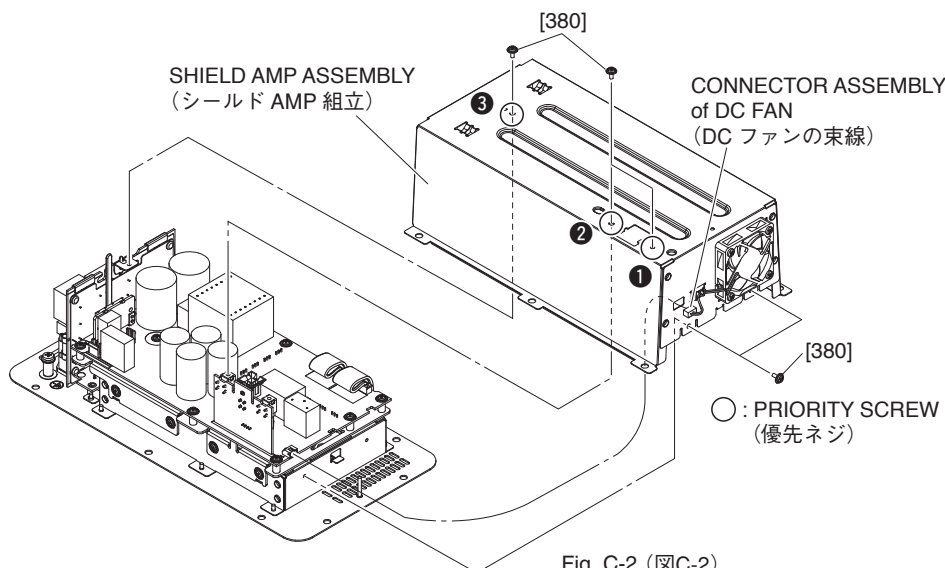

Fig. C-2 (図C-2)
- C-2-1 Remove the connector assembly of DC fan. (Fig. C-2)
- C-2-2 Remove the five (5) screws marked [380]. The shield AMP assembly can then be removed. (Fig. C-2)
- * When installing the shield AMP assembly, first tighten the three (3) priority screws in order as shown in Fig. C-2.
- C-2-1 DCファンの束線を外します。(図C-2)
- C-2-2 [380]のネジ5本を外して、シールドAMP組立を外します。(図C-2)
- ※ シールドAMP組立を取り付け時には、優先ネジ3本を図に示す順番で先に締めてください。(図C-2)